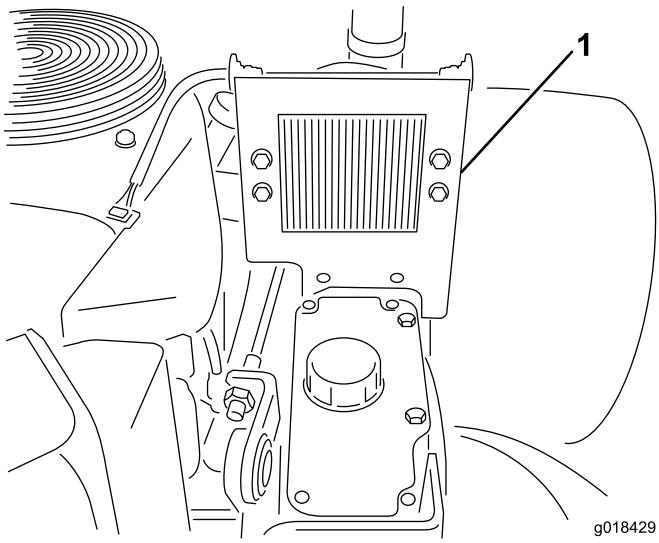
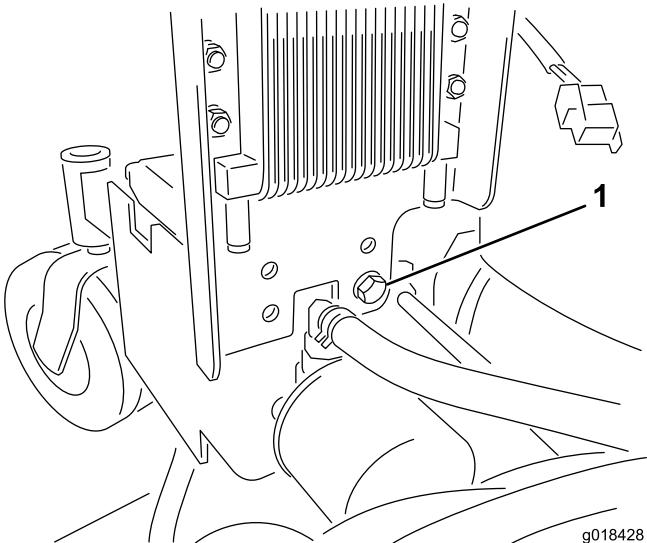
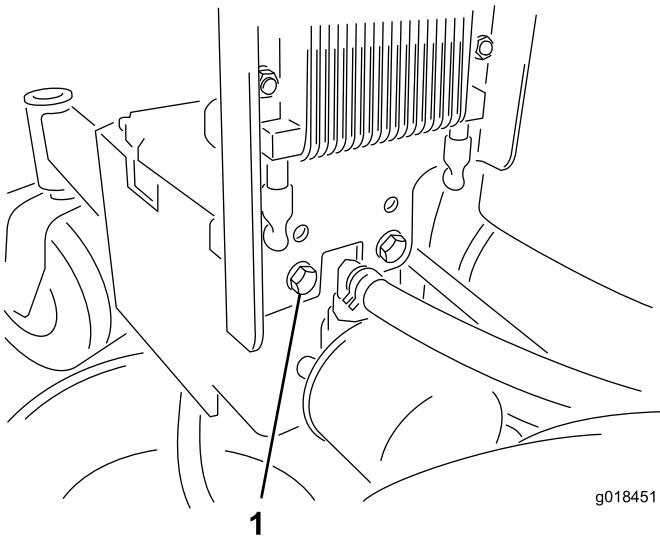

Figure 12
Figure 13
Figure 14
5. Alignez le groupe de refroidissement sur le support du réservoir (Figure 12).
6. Utilisez la série de trous correcte pour votre machine et fixez le côté droit du groupe de refroidissement au support du réservoir hydraulique au moyen d'un boulon (5/16 x 1") et d'un écrou (5/16") (Figure 12 et Figure 13).
7. En vous servant du support du refroidisseur comme gabarit, percez le second trou 5/16" dans le support du réservoir (Figure 12, Figure 13, et Figure 14).
8. Fixez le groupe de refroidissement avec le boulon et l'écrou (Figure 14).